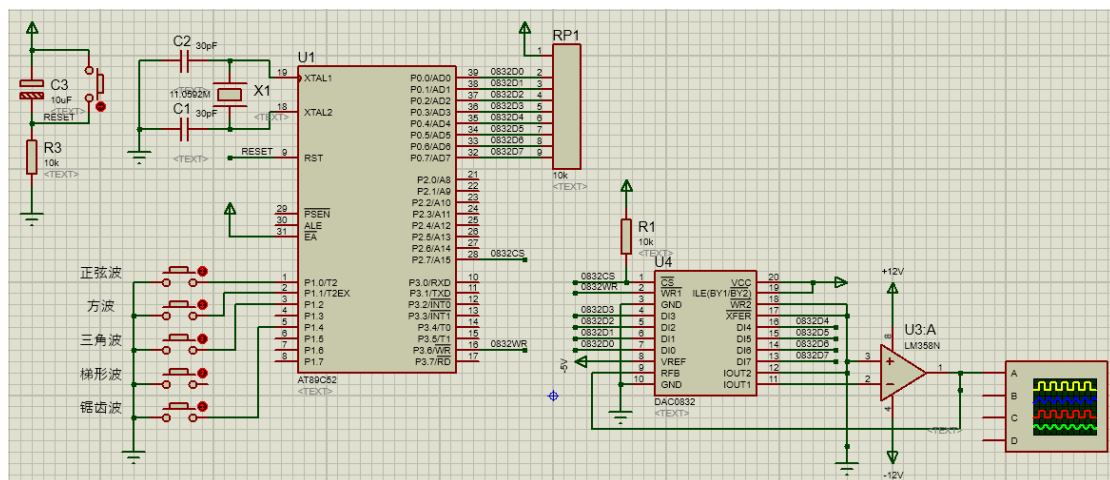

图 1 实验内容 2 电路图
2. 实验内容 2: DAC0832 用作波形发生器, 分别产生锯齿波、三角波、正弦波和矩形波, 能够用按键选择波形。芯片地址 7FFFH。实验参考图如图 1 所示。